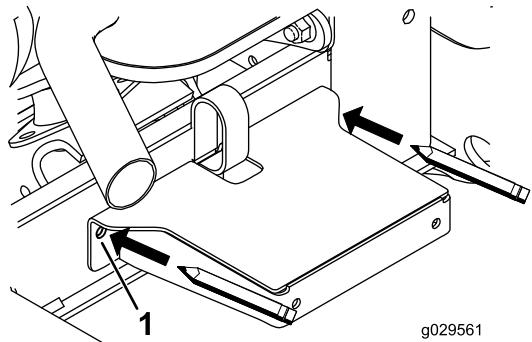

図 19
8. フレームマウントを型紙として、フレーム材にフェンダ取り付け用の穴2個の位置をマーキングする図 19。